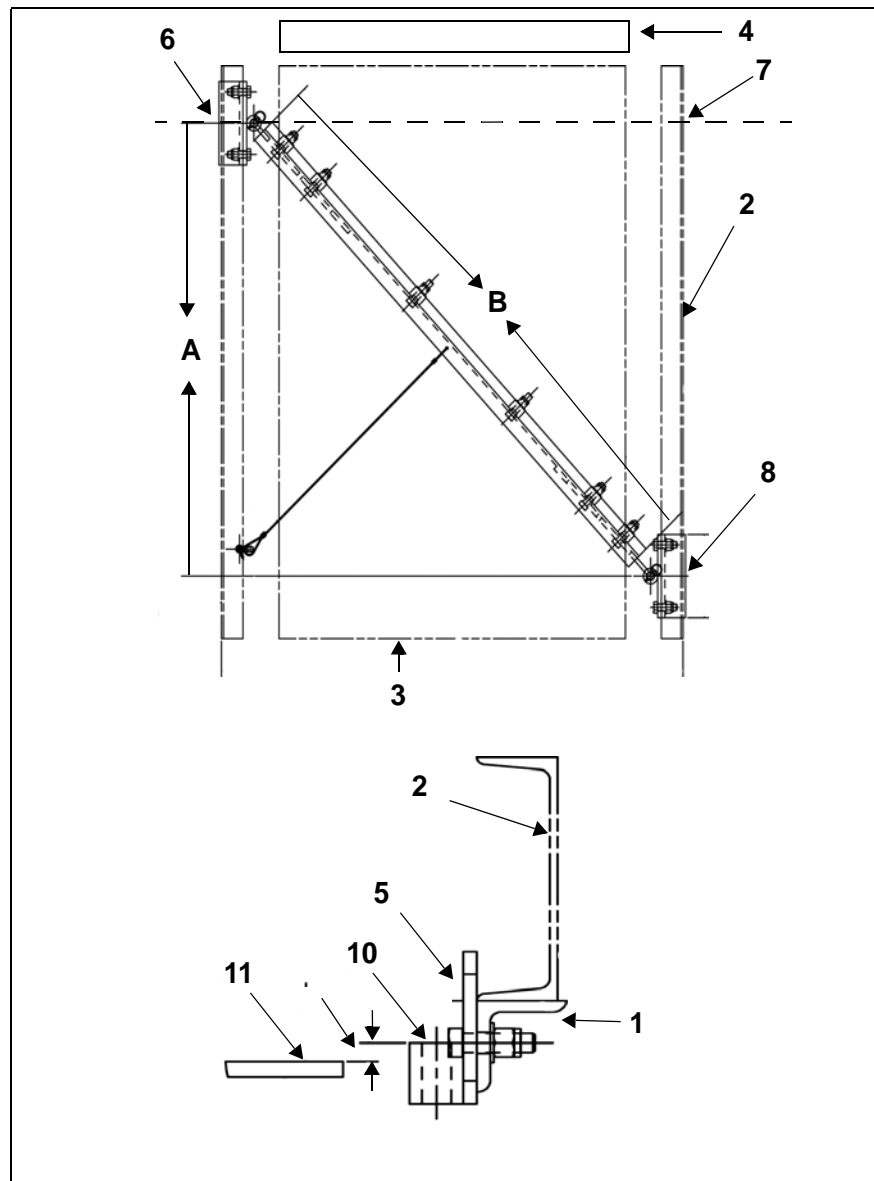

Abb. 2: Bestimmung der Installationsposition
2. Die Installationsposition (6, Abb.2) des Installationswinkels 1 (1, Abb.2) im Abstand von mindestens 500 mm zur Kehrtrommel auf dem Traggerüst markieren.
3. Hilfsmarkierung entsprechend Schritt 2 auf der gegenüberliegenden Seite vornehmen (7, Abb.2).
6. Beide Installationsplatten (5, Abb.2) vom Diagonalabstreifer entfernen.
Tab. 4: Maße zur Bestimmung der Installationsposition (Abb.2)